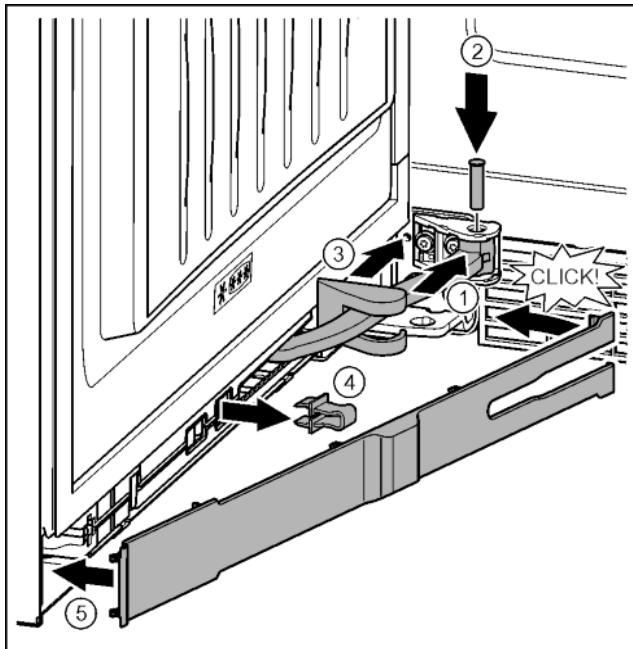

Fig. 46
- ▶ Okrenite zglob u ovjesu. Fig. 46 (1)
- ▶ Pomoću odvijača T15 stavite svornjak u ovjes i zglob. Pritom pazite da ispuštenje za blokiranje ispravno dosjedne u utor. Fig. 46 (2)
- ▶ Pomaknite pokrov podloška ležaja uzduž zgloba i montirajte ga iznad ovjesa. Fig. 46 (3)
- ▶ Skinite osigurač. Fig. 46 (4)
- ▶ Postavite masku na strani prianjanja i zakrenite ju prema unutra. Fig. 46 (5)